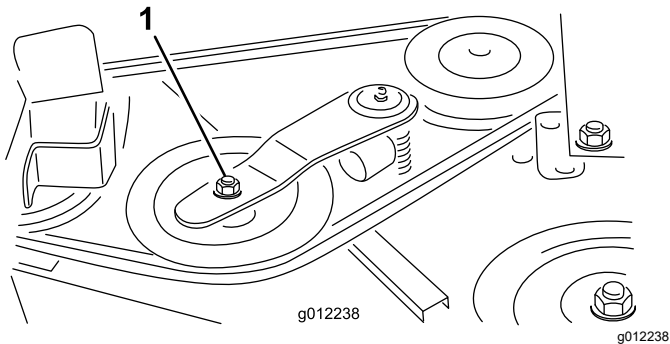
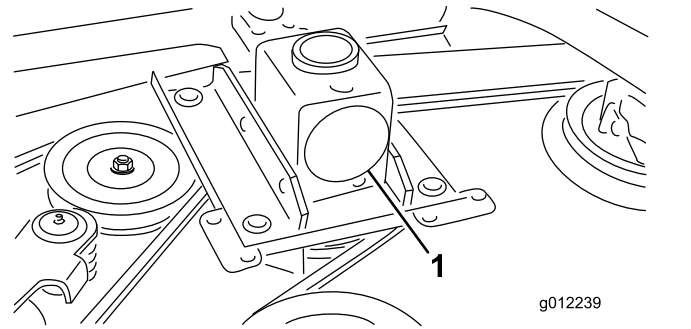

图 33
图 34
- 使用扭矩扳手或类似工具将怠轮皮带轮图 33 移离传动皮带以放松皮带的张紧力并让皮带滑离齿轮箱皮带轮图 34。